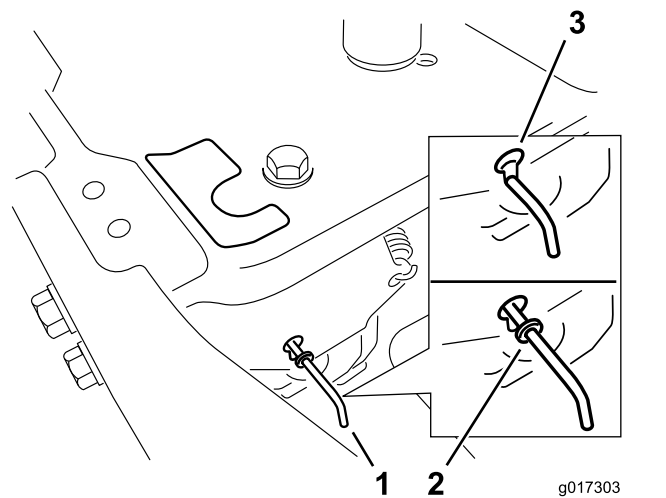

Bild 22
Schieben Sie die Bypasshebel nach hinten durch das Schlüsselloch und nach unten, um sie zu arretieren, wie in Bild 22 abgebildet.
4. Schieben Sie die Bypasshebel nach vorne durch das Schlüsselloch und nach unten, um sie zu arretieren (Bild 22).